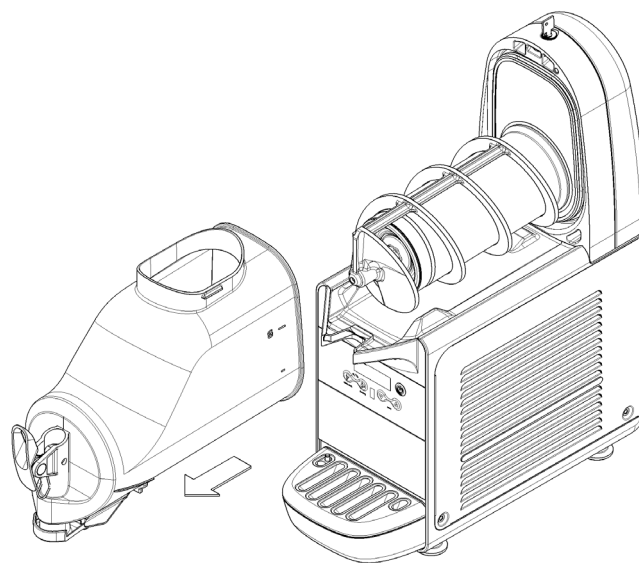

**figure 2**
**1** Pour enlever le couvercle du bac, appuyer sur la touche supérieure et faire glisser le couvercle vers l'avant du bac. Si le couvercle est équipé d'une serrure de sûreté pour sa fermeture, tourner la clé en sens antihoraire pour déverrouiller la touche d'ouverture (voir figure 2) .